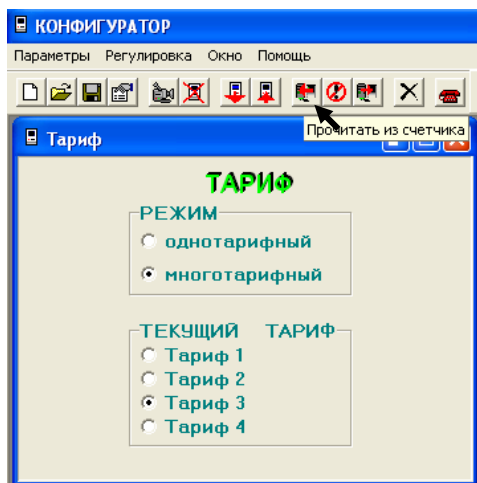

Рис.13
1. выбрать пункт меню «Тариф». При этом на экране монитора появится окно «Тариф», содержащее, в случае успешного обмена, данные о режиме тарификатора и номер текущего тарифа счетчика. (Рис.13)